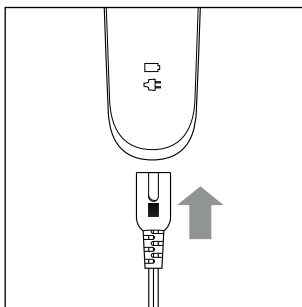

Fig. 1
- 2) Ligue a ficha fêmea  9 da fonte de alimentação  8 ao aparelho (ver fig. 1).
- 2) Ligue a ficha fêmea ❸ da fonte de alimentação ❸ ao aparelho (ver fig. 1).
- 3) Insira a ficha elétrica da fonte de alimentação ❸ numa tomada de fácil acesso (100 – 240 V ~, 50/60 Hz).
- 4) Ligue o aparelho, colocando o interruptor Ligar/desligar I/O ❺ na posição I.